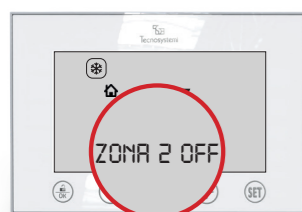
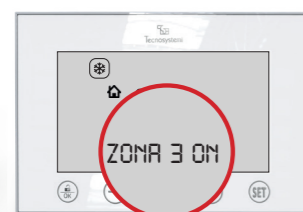

Fig. 6
Fig. 7
**3.3** Supponiamo di avere 4 cronotermostati associati a 4 zone e vogliamo spegnere solo il cronotermostato di Zona 2: premere il tasto per 3 secondi verificando l'indicazione ZONA 2 OFF (Fig. 6). In questo modo, solo il cronotermostato di zona risulterà spento, mentre il resto dei cronotermostati (e del sistema) risulterà acceso. (Fig. 7/8)